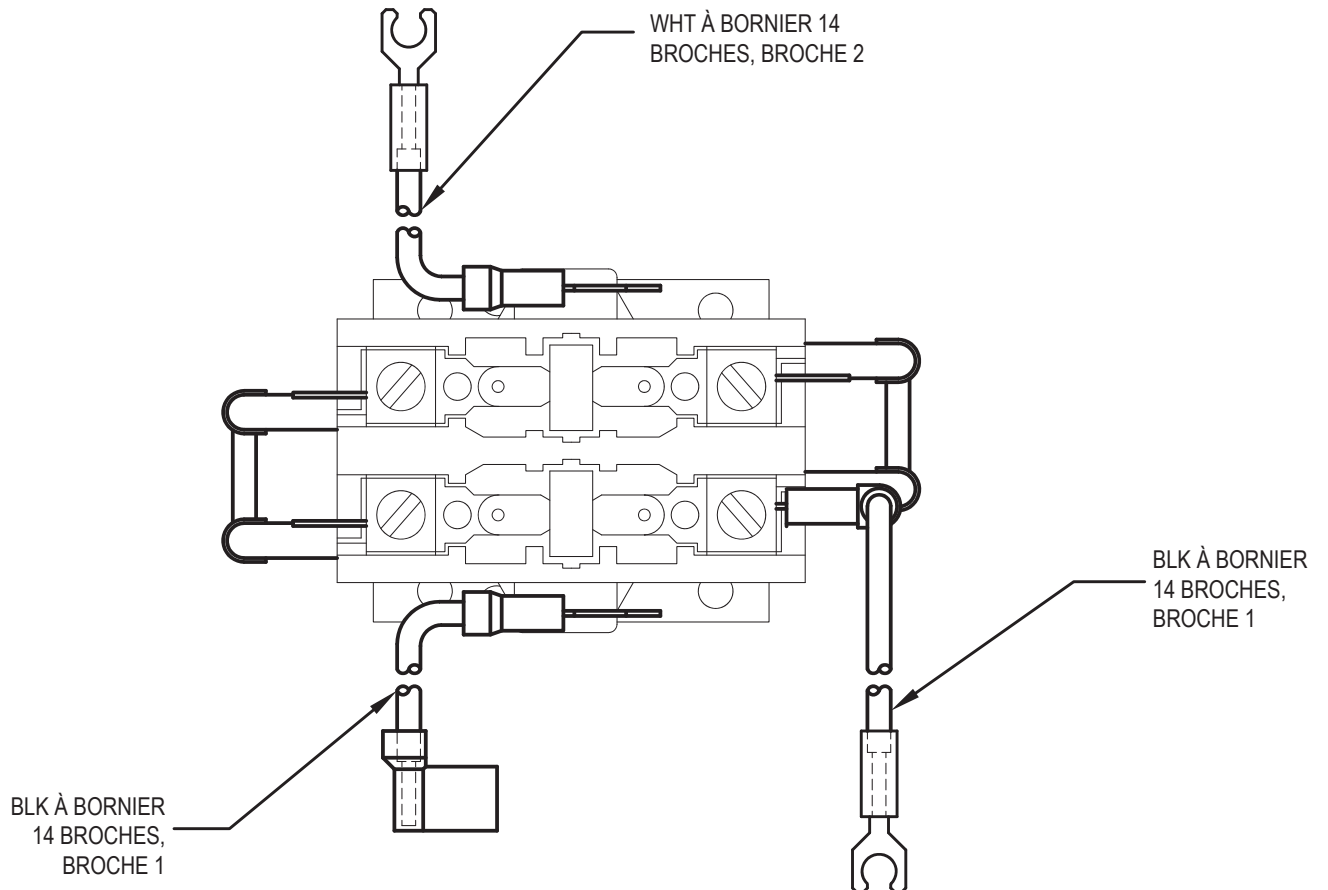
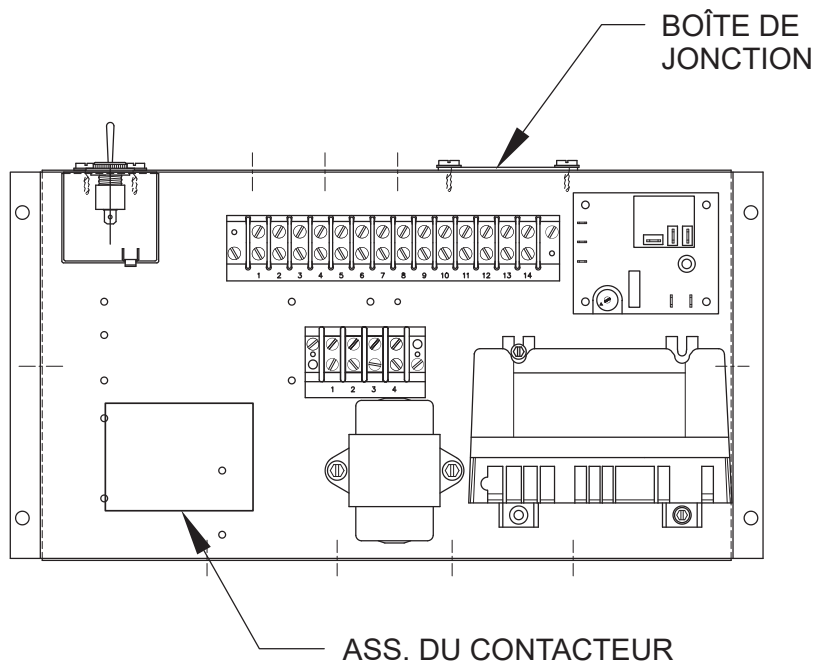

Figure 17. Assemblage du contacteur
Figure 18. Boîte de jonction, modèles 2100 à 4001
6. Installez le contacteur fourni à un endroit libre à l'intérieur de la boîte de jonction, voir **Figure 17** et **Figure 18**.